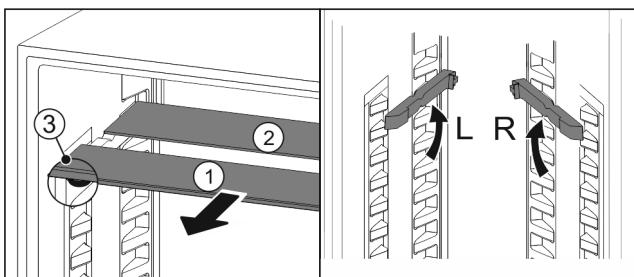

Fig. 127
- ▶ Посуньте Fig. 127 (1) скляну панель вперед.
- ▶ Скляна панель Fig. 127 (1) з декоративною планкою лежить спереду.
- ▶ Стопори Fig. 127 (3) показують вниз.